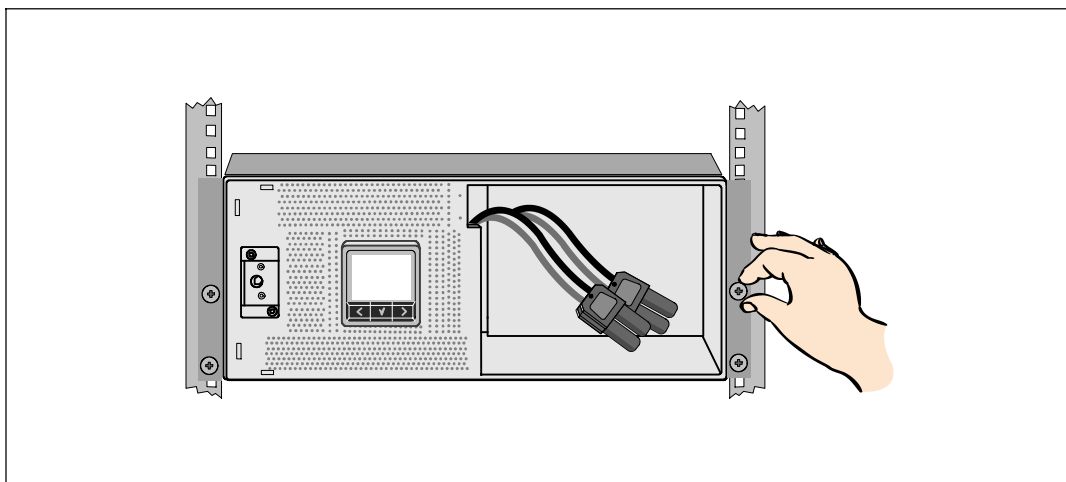

図 14. キャビネットの固定方法
- 7 マウンティングブラケットにある4つの蝶ネジを使って、キャビネットの前方をラックに固定します（図 14を参照）。手で強く締めてください。電動工具は使用しないでください。その他のキャビネットも同じ方法で固定します。